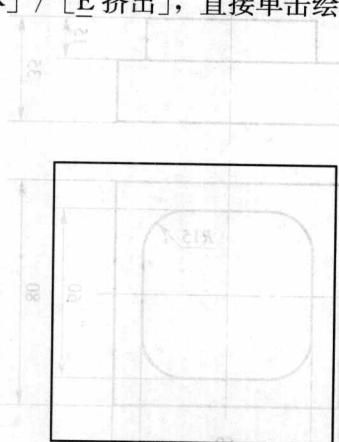

图 1—17 绘制 80mm×80mm 矩形
3) 单击主菜单中的【执行】，此时绘图区显示如图 1—19 所示，其挤出方向向下，单击主菜单中的【R 反向】，使挤出方向向上。